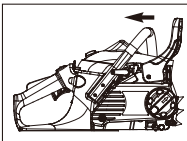

Fig. 3A
2. Kontrollera att CHAIN BRAKE®-spaken är tillbaka i FRÅNKOPPLAT läge. (Fig. 3A)